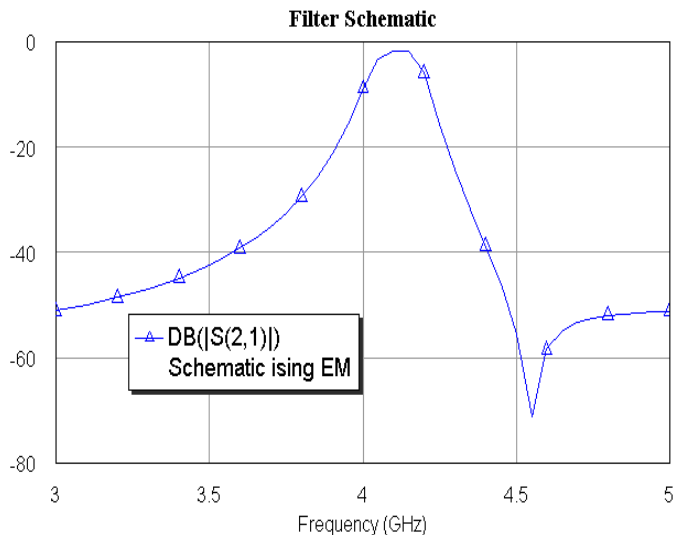

Рис. 6.51
10. Щёлкните мышкой по значку **Analyze** на панели инструментов. Рассчитанный график показан на рис. 6.51. Он такой же, как и график электромагнитной структуры.